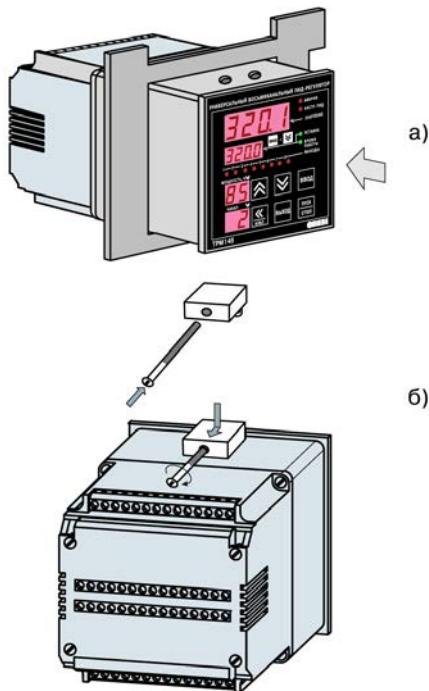

Рисунок 8.1 – Установка прибора щитового крепления
1. Прибор вставляется в специально подготовленное отверстие на лицевой панели щита (см. Приложение А и для TPM138-Щ4 рисунок 8.1, а).
2. Фиксаторы из комплекта поставки вставляются в отверстия на боковых стенках прибора (рисунок 8.1, б).